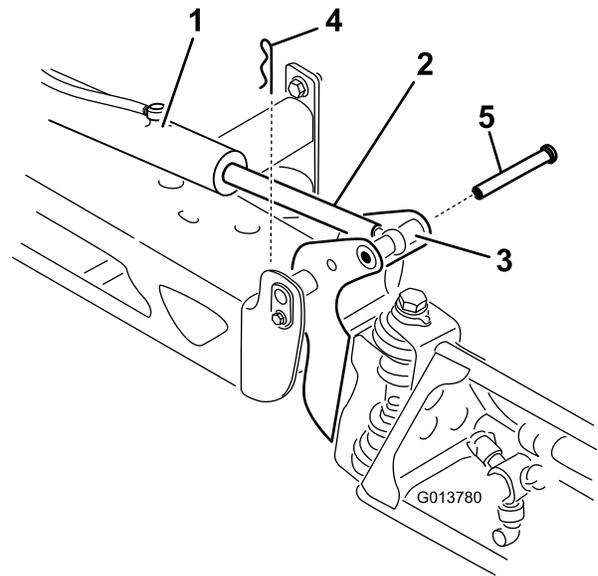

Figura 47
2. Retire o perno de gancho do pino de articulação (Figura 47).
3. Levante a rampa e retire o pino (Figura 47). Faça descer lentamente a rampa até ao solo.
7. Enquanto segura na rampa, insira o pino através tanto da articulação da rampa como da barra do acionador (Figura 47).